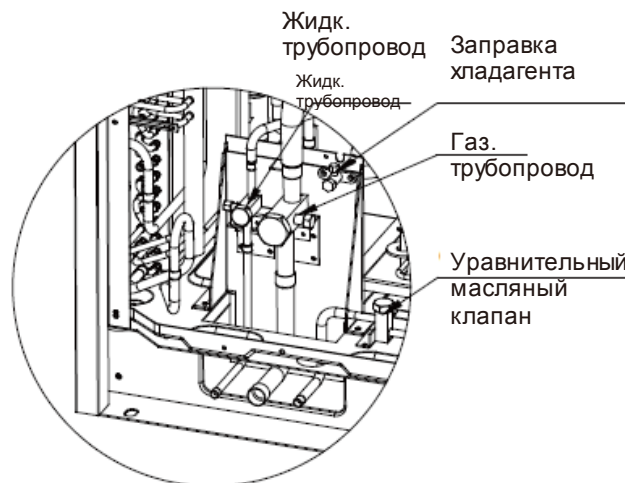

Рис.38
(2) При наличии более 2 наружных блоков откачайте воздух через форсунки, расположенные на уравнительном масляном клапане. Убедитесь, что уравнительные масляные клапаны наружных блоков закрыты. См. Рис. 38.